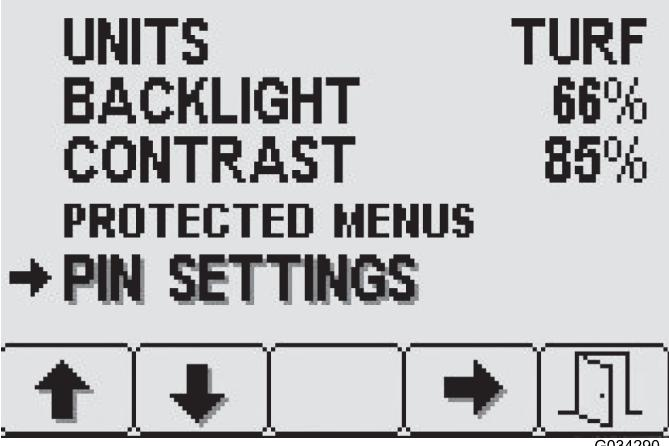

Figura 14
1. Prima o botão 2 no ecrã de definições até chegar à opção de definições do PIN e depois prima o botão 4 para selecionar (Figura 14).